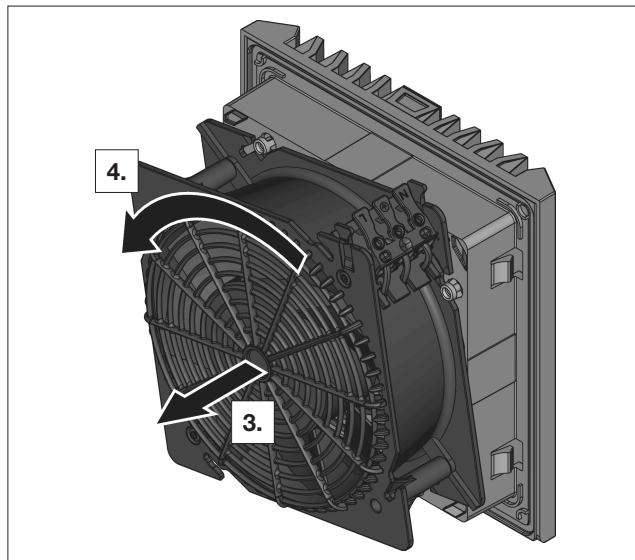

Bild 8: Vridning av fläkthuset
- Vrid sedan fläkthuset 90°, 180° eller 270° så att elanslutningen hamnar i önskat läge (se bild 8).